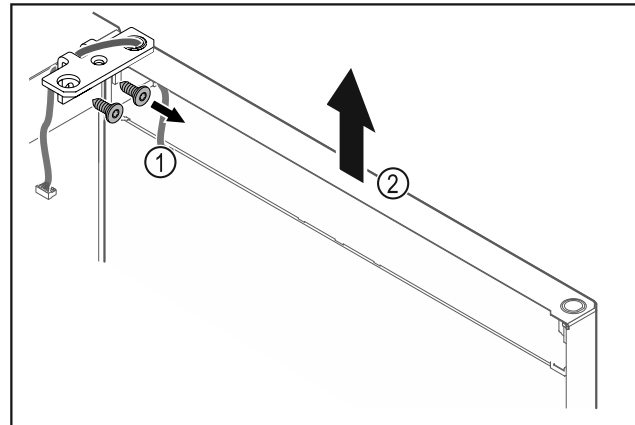

Fig. 26
- ▶ Scharnierwinkel Fig. 26 (1) abschrauben.
- ▶ Tür inklusive Scharnierwinkel Fig. 26 (2) circa 200 mm gerade nach oben heben und abnehmen.